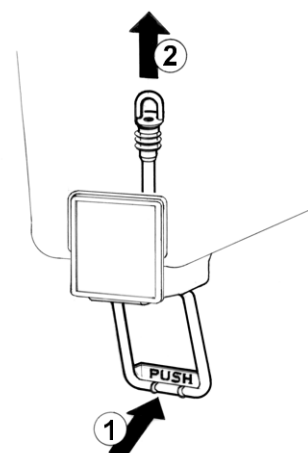

Bild 3
4 **Ausschlauchventil:** den Betätigungshebel des Hahns drücken (1) und den Gummischlauch aus der Auslaufföffnung des Behälters lösen (2) (Bild 3).